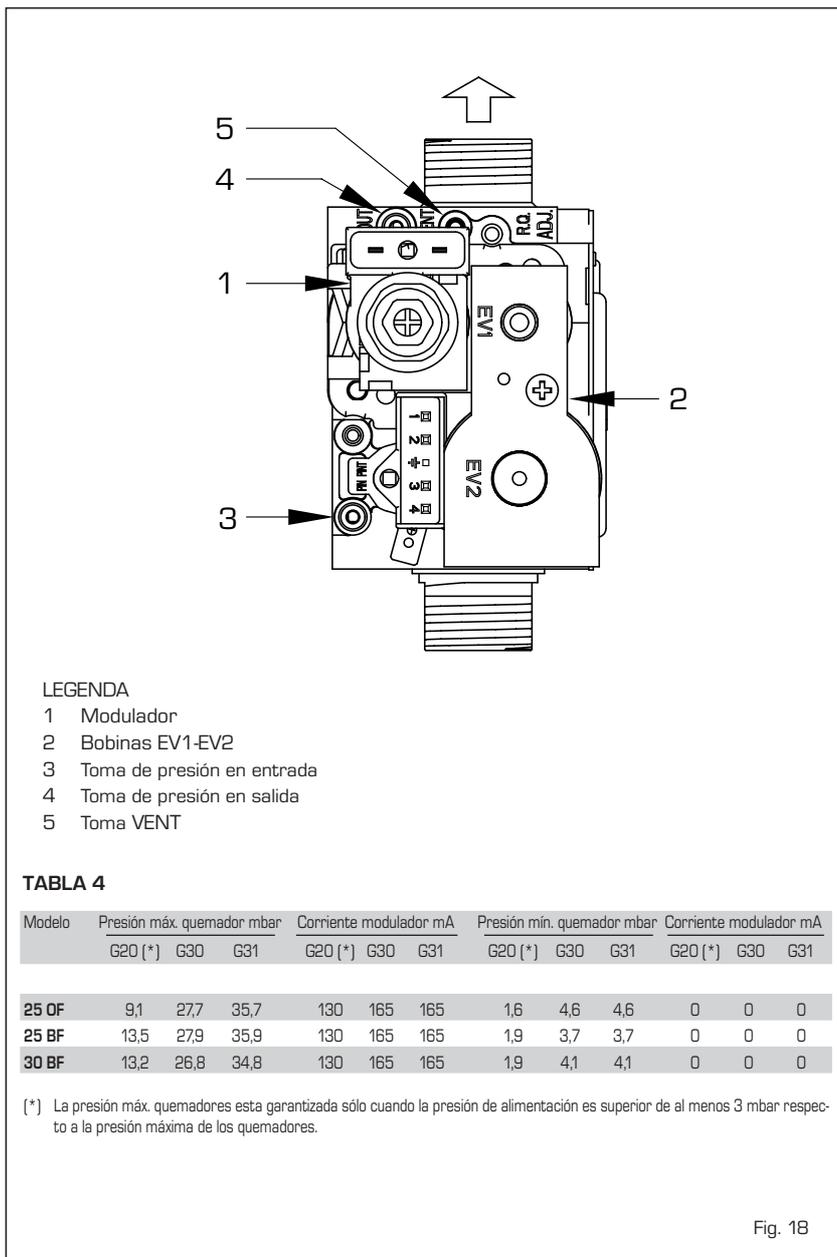

Fig. 18
La caldera está suministrada con válvula de gas SIT 845 SIGMA (fig. 18). La válvula gas es regulada para dos valores de presión: máximo y mínimo, que corresponden, según el tipo de gas, a los valores indicados en la **Tabla 4**. La regulación de las presiones del gas para los valores máximo y mínimo se lleva a cabo por SIME durante la producción, y por eso aconsejamos no variarlo. Sólo en caso de transformación de un gas de alimentación (metano) para otro (butano o propano) se permitirá la variación de la presión de trabajo.
**En las versiones "BF" desconecte el tubo de la toma VENT de la válvula (5 fig. 18).**
- Quitar la capucha (1) del modulador.
- Regular la presión máxima accionando sobre la tuerca (3) con una llave fija buscando el valor de la presión máxima indicada en la **Tabla 4**.